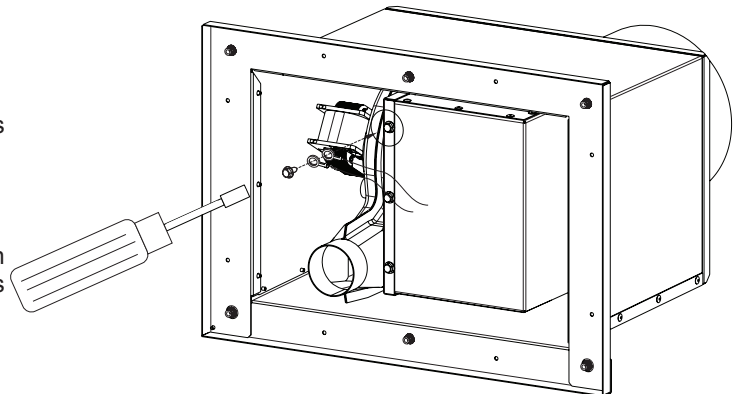

Figure 41
3. Attacher une cosse à anneau n° 10 au fil de terre. Retirer la vis supérieure n° 10 x 1/2 po sur l'avant de la boîte à fumée et attacher le fil vert-jaune du moteur d'inducteur et le fil de terre de l'alimentation électrique avec la vis comme illustré à la **Figure 41** ci-dessous.